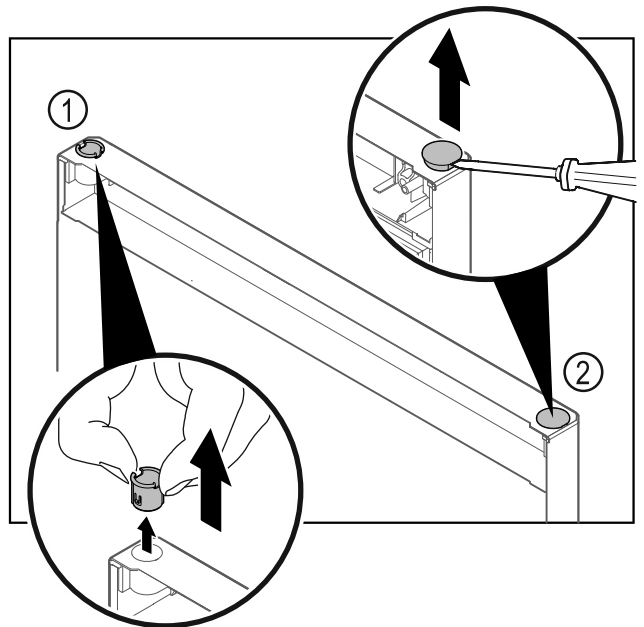

Fig. 21
- ▶ Витягніть шарнірну втулку Fig. 21 (1) пальцями.
- ▶ За допомогою шліцевої викрутки обережно підніміть заглушку Fig. 21 (2) та витягніть її.